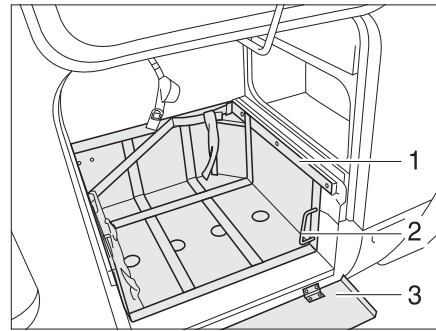

Fig. 155 Compartiment à gaz, avec chariot escamotable
- Si une tôle de protection (Fig. 155,1) est présente, la rabattre vers le bas.
- Déverrouiller le coulisseau (Fig. 155,3) au moyen de la poignée (Fig. 155,2).
- Retirer à fond le coulisseau (Fig. 155,3).
- Faire revenir la poignée (Fig. 155,2) dans sa position initiale.
- Enfoncer à fond le coulisseau (Fig. 155,3) et faire revenir la poignée (Fig. 155,2) dans sa position initiale.
- Si une tôle de protection (Fig. 155,1) est présente, la rabattre vers le haut.